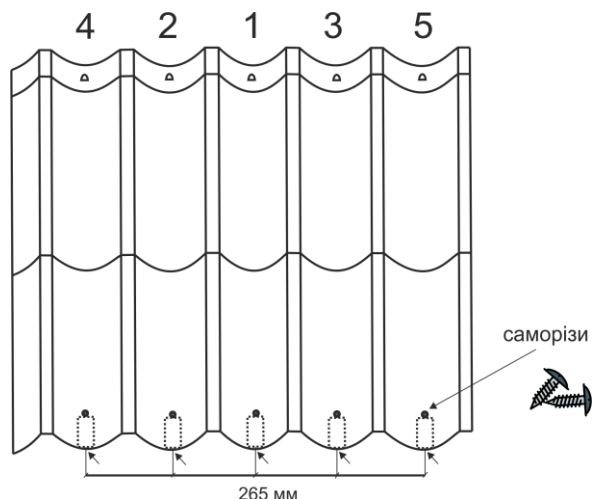

Рисунок 3. Кріплення першого ряду металочерепиці до стартових кронштейнів
3.12 Для більш надійного кріплення перший ряд металочерепиці рекомендується додатково закріпити до стартових кронштейнів покрівельними саморізами (рис.3).
- 4.4 Щоб уникнути зриву листів під час сильних вітрів рекомендується перший ряд кріпити до карнизу саморізами, відступаючи від основи на 50 мм по одному саморізу на кожну хвилю (рис.3).